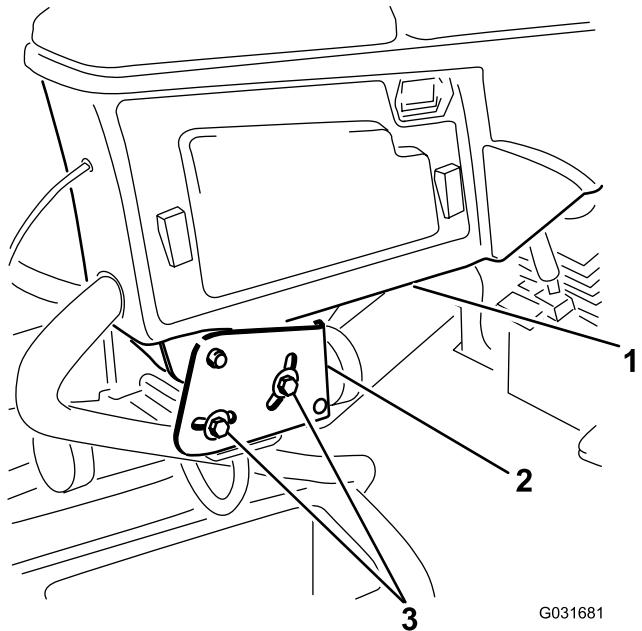

Figura 2
- Allentate i due bulloni che fissano il braccio di comando alla staffa di bloccaggio (Figura 2).